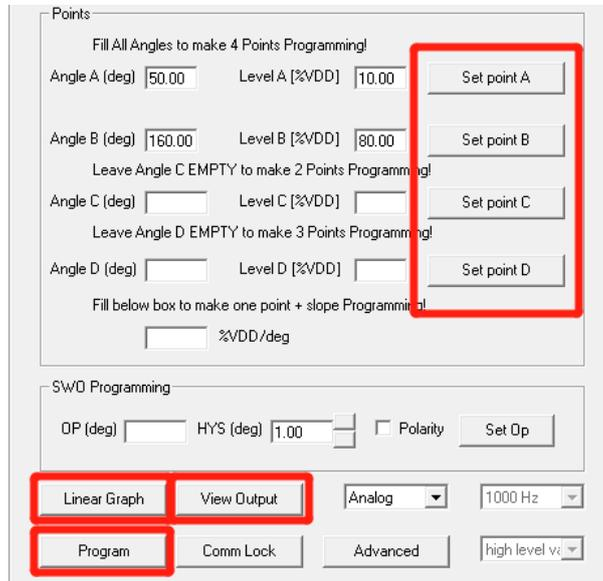

图 6.1.6 编程操作界面
- 7、图 6.1.6，将磁铁 (传感器) 角度置于需要编程的第一个位置，稳定后点击 Set Point A 按钮读取当前芯片角度值，并显示在 Angle A 中，当前读出芯片角度为 50.00°；再将磁铁 (传感器) 角度置于要编程的第二个位置，待稳定后点击 Set Point B 按钮读取当前芯片角度值，并显示在 Angle B 中(160.00°),手动设置编程的位置芯片需要输出的电压百分比的值,写入 Level A(10%) 及 Level B (80%) 中，即可完成芯片编程参数设置。图中为通用的两点编程模式，若需要做更高的三点或四点编程，则依次使用 Set point 按钮设置编程角度值，并填写对应的电压值即可。
(注：若为两点编程，需要将 C、D 编程区域框中的数据清除，如上图 6.1.6；同理若为三点编程，则需要将 D 对应的 Angle 及 level 两框中的数据清除。)